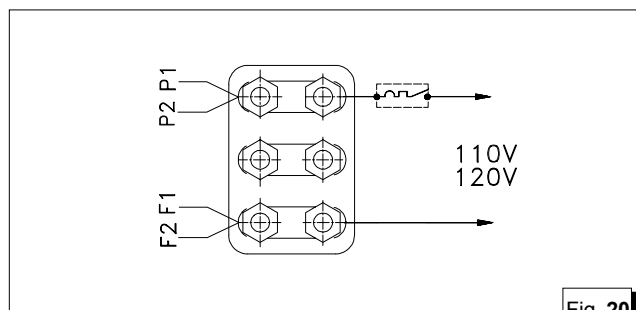

Fig. 20
- 1 - Collegamento in parallelo : in questa configurazione si ha una unica uscita a 110 (120) V fra i punti P1 e F2, collegando le uscite dell'alternatore (P1,F1,P2,F2) secondo lo schema di fig. 20.
- 1 - Parallel configuration: in this configuration there is a single output at 110 (120) V between points  $P_1$  and  $F_2$ , connecting the outputs of the alternator ( $P_1, F_1, P_2, F_2$ ) as shown in the diagram in fig. 20.
- 1 - Liaison en parallèle: dans cette configuration nous avons une seule sortie à 110 (120) V entre les points  $P_1$  et  $F_2$ , en reliant les sorties de l'alternateur ( $P_1, F_1, P_2, F_2$ ) selon le schéma de la figure 20.
**NB.** In questi casi va installato un solo magnetotermico, vedi fig. 20 - 21
**N.B:** In these cases just one magnetothermic device should be installed, see fig. 20/21.